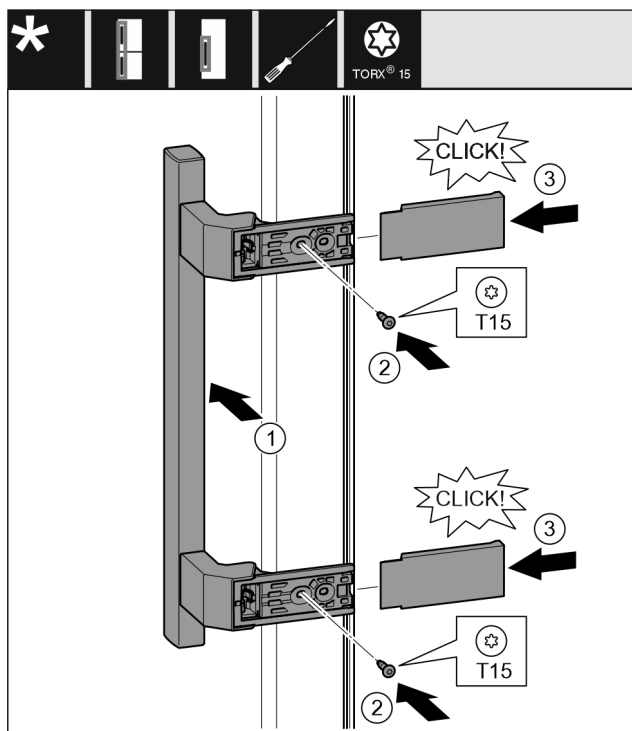

Fig. 15
- Założyć uchwyt po przeciwległej stronie. Fig. 15 (1)
- Przykręcić śruby śrubokrętem T15. Fig. 15 (2).
- Założyć osłony z boku i wsunąć. Fig. 15 (3)